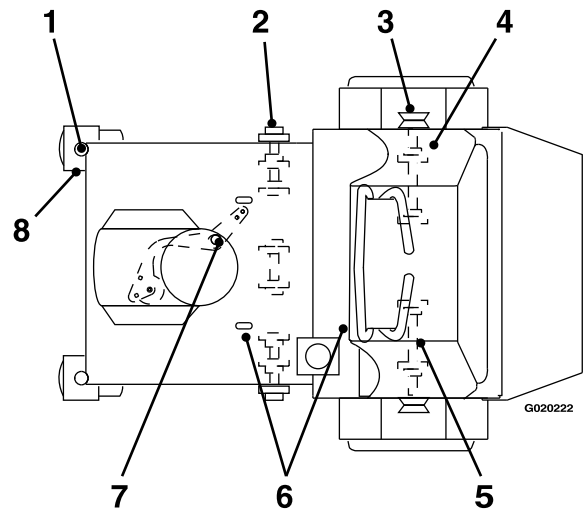

Figura 30
2. Limpie con un trapo los engrasadores (Figura 30).
3. Conecte una pistola de engrasar al engrasador (Figura 30).